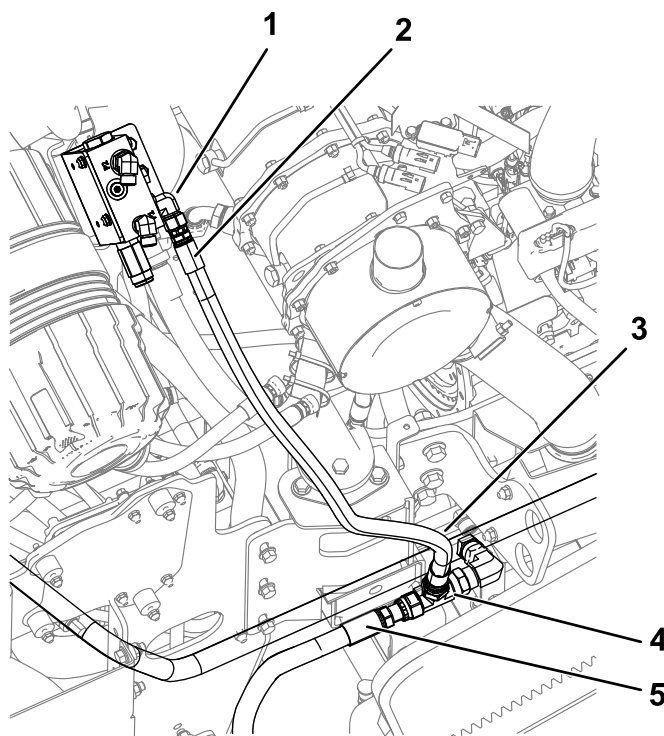

Figure 5
5. Serrez les raccords (Figure 5) :